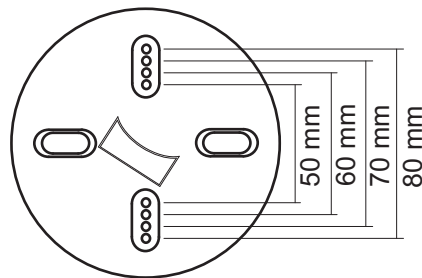

Figure 3
See Figure 3 for installing bolts. The wires for connection must be passed through the inner hole of the support (A).
Voir Figure 3 pour l'installation des boulons. Les câbles de raccordement doivent passer par l'orifice intérieur du support (A).